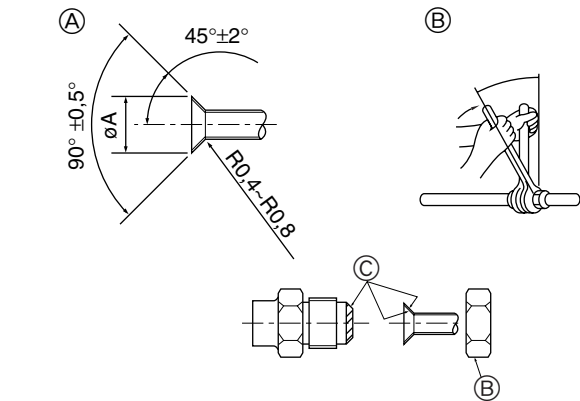

Fig. 4-1
4.1. Connexion des tuyaux (Fig. 4-1)
① Dimension de l'évasement